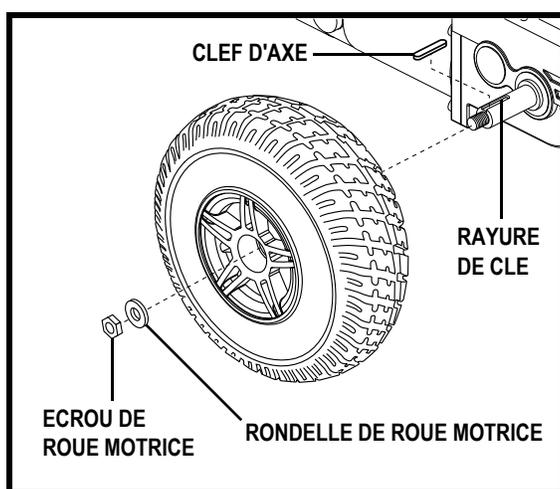

Figure 26. Roue motrice
4. Retirez l'écrou et la rondelle de roue motrice sur l'essieu. **Voir la figure 26.**